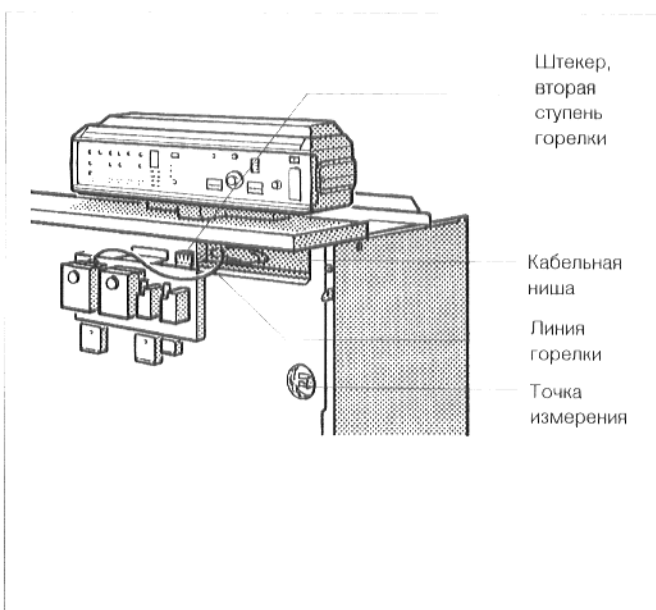

Рис. 10. Передняя сторона котла
- Проложить капиллярные трубки датчиков температуры и, при "Ecomatic"-регулировании, трубопровод датчика температуры котельной воды, через отверстие в переднем колпаке котла, из кабельной ниши (рис. 10), на переднюю сторону котла.
- Раскрутить капиллярные трубки и, при "Ecomatic"-регулировании, трубопровод датчика, пока они не достигнут точки измерения (рис. 10).
- Проложить линию горелки (рис. 10), через кабельную нишу и отверстие в переднем колпаке котла, к регулятору. Установить штекерное соединение соответственно схеме соединений.
- При двухступенчатом исполнении необходимо устранить штекер с перемычкой, и вставить туда штекер линий горелки, второй ступени горелки (рис. 10).